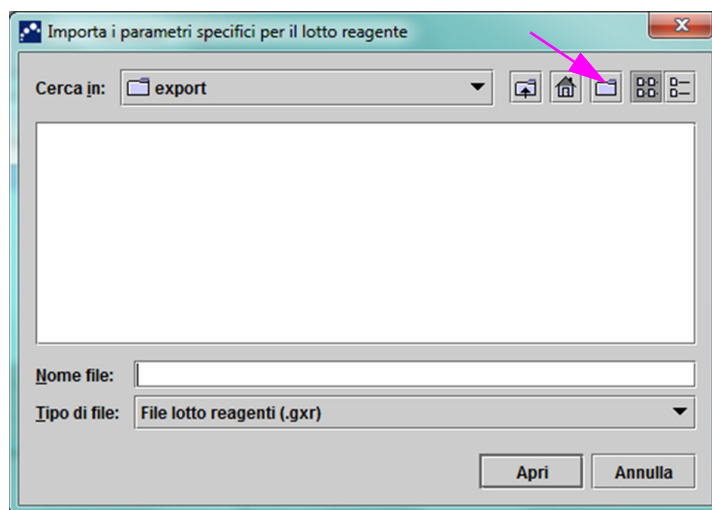

Figura 2-96. Finestra di dialogo Importa i parametri specifici per il lotto reagente
4. Usando la funzione Look In: file viewing area (Cerca in: area di visualizzazione dei file) (vedere la Figura 2-96) individuare e selezionare il file .gxr/.nxr ottenuto precedentemente dall'Assistenza tecnica e fare clic su **Apri**. Il nuovo numero di lotto verrà visualizzato nella finestra di dialogo Parametri specifici per il lotto reagente. Fare clic su **Chiudi** nella finestra di dialogo Parametri specifici per il lotto reagente per tornare alla finestra Definisci saggi.